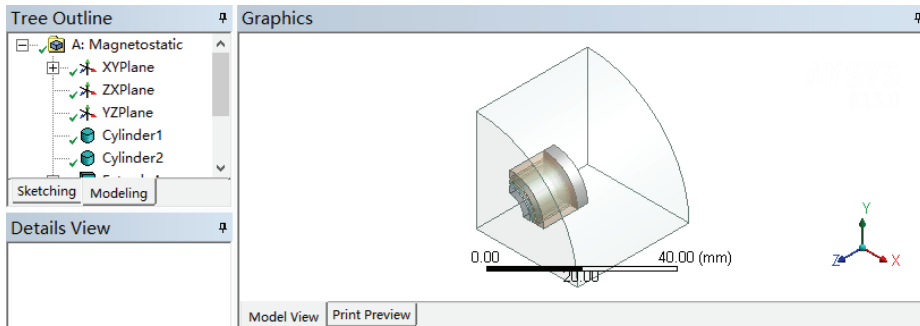

图 23-7 DM 模型
3) 双击项目 A 中的 A2 栏 Geometry, 此时会进入到 DM 界面, 查看模型如图 23-7 所示, 此时如果设计树中显示 ⚡, 表示需要生成模型, 此时进行步骤 4), 否则可直接进入步骤 5)。